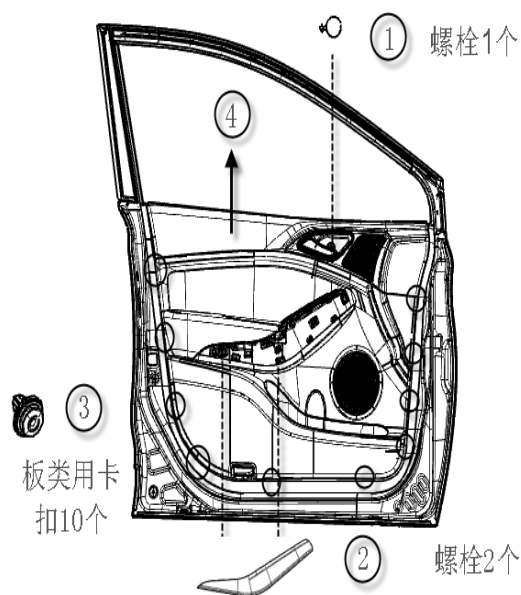

图1 前门板拆卸示意图
门护板总成通过螺栓和卡扣安装在车门钣金上，如图1所示，按图中①-⑥的顺序拆卸：